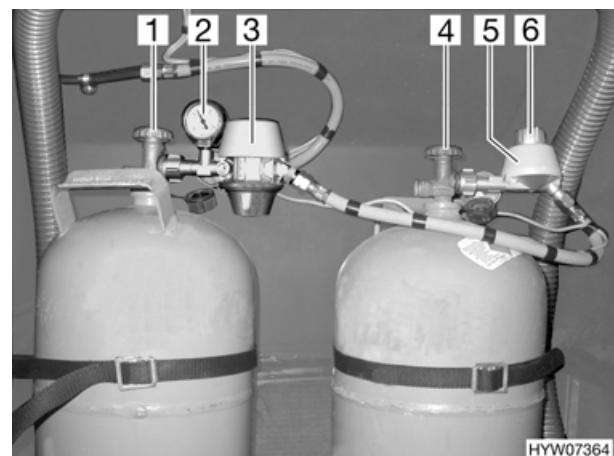
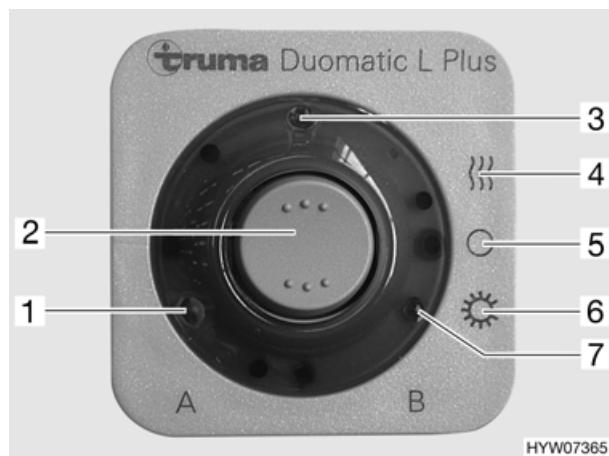

Bild 52 Duomatic-Umschaltanlage
Bild 53 Fernanzeige
Die Duomatic-Umschaltanlage besteht aus einem Zentralregler (Bild 52,3) und einem Umschaltregler (Bild 52,5). Mit dem Drehknopf (Bild 52,6) am Umschaltregler kann bestimmt werden, welche der Gasflaschen als Betriebsflasche und welche Gasflasche als Reserveflasche verwendet wird. Beide Regler sind mit einem Druckwächter und der Regler-Enteisungsanlage Eis-Ex ausgestattet.
Das Manometer (Bild 52,2) am Zentralregler zeigt den Druck in der Gasflasche an, nicht den Füllstand der Gasflasche. Mit dem Manometer kann die Gasflasche auf Dichtheit geprüft werden.
Das Bedienteil (Bild 53) schaltet nur die elektrischen Funktionen. Die Haupt-Absperrventile der Gasflaschen (Bild 52,1 und 4) müssen von Hand geöffnet werden.
- Die Haupt-Absperrventile an den Gasflaschen (Bild 52,1 und 4) öffnen.
- Mit dem Drehknopf (Bild 52,6) am Umschaltregler (Bild 52,5) die Gasflasche wählen, der vorrangig das Gas entnommen werden soll (Betriebsflasche). Den Drehknopf immer bis zum Anschlag drehen.
Wenn der Drehknopf im roten Bereich steht, wird das Gas vorrangig der Gasflasche mit dem Zentralregler (Bild 52,3) entnommen.
Wenn der Drehknopf im grünen Bereich steht, wird das Gas vorrangig der Gasflasche mit dem Umschaltregler (Bild 52,5) entnommen.
- An der Fernanzeige (Bild 53) die Betriebsart wählen und die Duomatic-Umschaltanlage einschalten. Beide Gasdruckregler sind jetzt entlüftet.
Mit der Fernanzeige (Bild 53) wird die Betriebsart gewählt. Außerdem signalisiert die Fernanzeige im Fahrzeuginnen, welche Gasflasche leer ist.
Die Betriebsart mit dem Wippschalter (Bild 53,2) einstellen. Bei Betrieb leuchtet die Betriebsanzeige (Bild 53,3).
- Winterbetrieb "Ein und Heizen" (Bild 53,4)
- Aus (Bild 53,5)
- Sommerbetrieb "Ein" (Bild 53,6)
- Kontroll-Leuchte "A" (Bild 53,1): Gasflasche am Zentralregler
- Kontroll-Leuchte "B" (Bild 53,7): Gasflasche am Umschaltregler